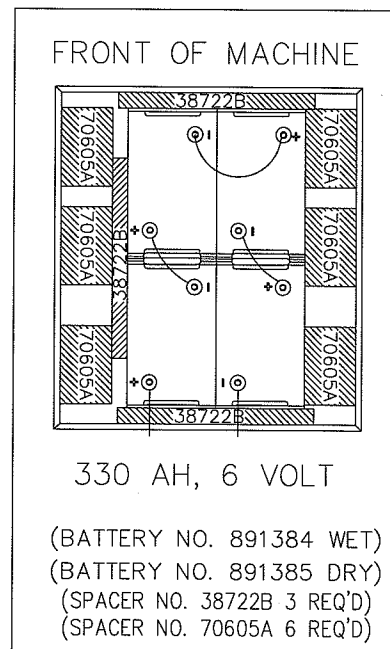

Figure 6a
6. Placez les batteries dans le réservoir de solution comme indiqué dans les figure 6a ou 6b.
7. Connectez les câbles de batterie entre les batteries et installez un long câble de batterie comme indiqué. Cf. figure 6a ou 6b.